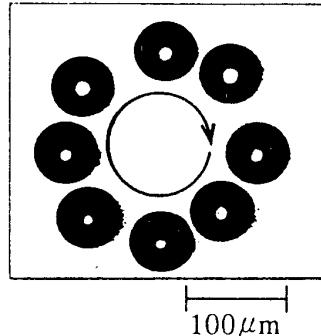
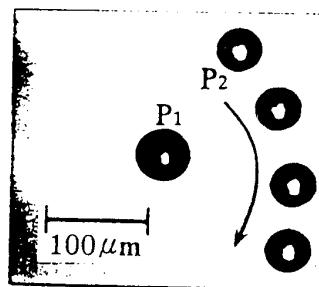

図2 円形の図形パターンに沿って移送した例
図3 2個の微粒子 (P1, P2) のうち、
- 漏洩波トランスジューサと視覚制御技術を用いたマニピュレータを試作し、微小球の移送や捕捉を行った。そして、直径がおよそ $50\text{ }\mu\text{m}$ の SiO_2 ガラス球及びポリスチレン球を、図2のように任意の図形や文字パターンに沿って二次元移送させることや、図3のように複数個の微粒子のうちから特定の微粒子を一点に捕捉させることにも成功した。